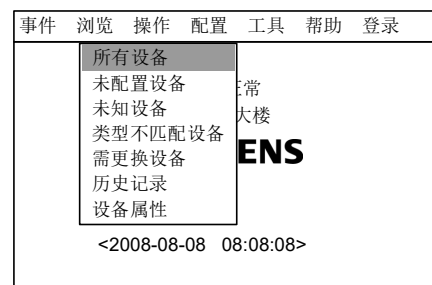

图 23-2
2. 按“→”键选择“浏览”子菜单（图 23-2），然后按“↓”键选择需要修改参数的设备所在的设备类型，然后按“OK”键。此时可将该设备直接显示在窗口上，便于查找。